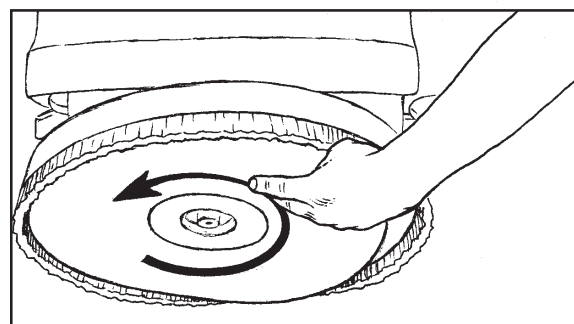

Figure 20
2. Soulevez la tête de la brosse en appuyant sur l'interrupteur d'élévation de la brosse et en le tenant appuyé jusqu'à ce que la tête de la brosse soit complètement élevée et tournée dans la bonne position (Voir Figure 20).
5. Poussez la brosse vers le haut et tournez dans le sens contraire au sens de rotation de récurage jusqu'à ce que les ergots soient bloqués (Voir Figure 20).